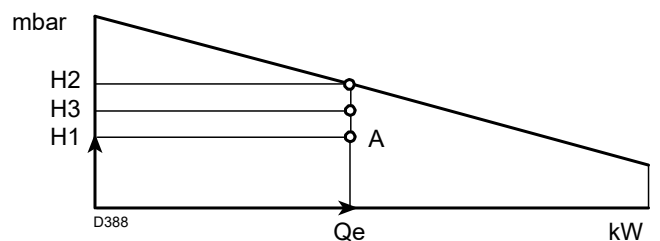

Fig. 6
- 4 Tracciare una verticale dal punto A)(Fig. 6), e trovare la massima pressione H2 del campo di lavoro.
Se H3 è maggiore di H1)(Fig. 6), il bruciatore può erogare la portata richiesta.